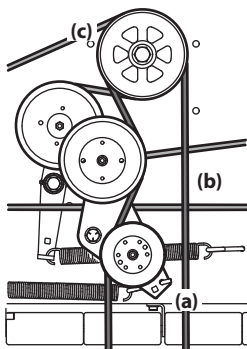

Figure 4-16
6. Insérez un bras de force de 1/2" dans le support de la poulie de tension (a) et tournez-le vers la droite de l'appareil. Faites glisser la courroie de la prise de force (b) hors de la poulie de la prise de force (c). Voir Figure 4-16.